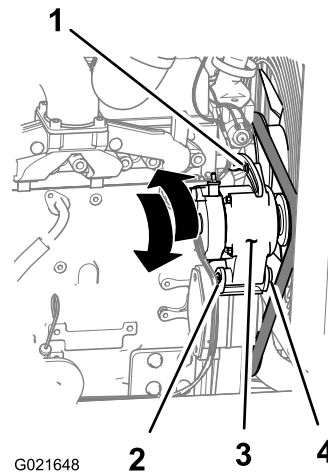

**Bild 118**
3. Lösen Sie die Mutter und die Schraube am Drehpunkt für die Lichtmaschine (Bild 118).
4. Lösen Sie die Einstellschraube an der Lichtmaschine (Bild 118).
5. Bewegen Sie die Lichtmaschine vom Motor weg, um die Riemenspannung zu erhöhen; bewegen Sie die Lichtmaschine zum Motor, um die Riemenspannung zu verringern (Bild 118).
6. Ziehen Sie die Einstellschraube für die Lichtmaschine an (Bild 118).
8. Wenn die Riemenspannung richtig ist, ziehen Sie die Mutter und Schraube am Drehpunkt für die Lichtmaschine an (Bild 118); wiederholen Sie sonst die Schritte 4 bis 7.